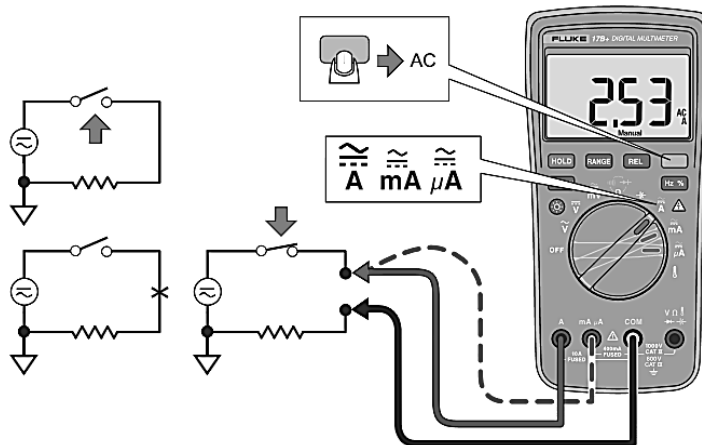

图 1-3 测量交流和直流电流
- (1) 将旋转开关转至 \tilde{A} 或 $\tilde{\mu A}$ 。
- (2) 按数字万用表右上角的黄色按钮可以在交流和直流电流测量之间进行切换。
- (3) 根据要测量的电流将红色测试导线连接至 A、mA 或 μA 端子，并将黑色测试导线连接至 COM 端子，如图 1-3 所示。